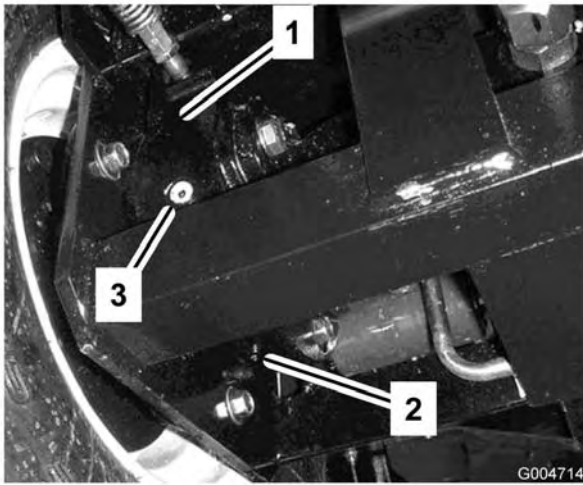

Bild 59
4. Stellen Sie ein Auffanggefäß unter das Bremsgehäuse an der anderen Seite des Rads (Bild 59).